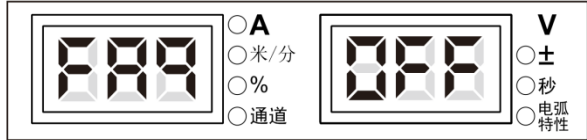

图 3-39 FA9 显示界面
1. 进入内部菜单，调节焊接电源面板旋钮至 **FA9**，如图 3-39 所示。